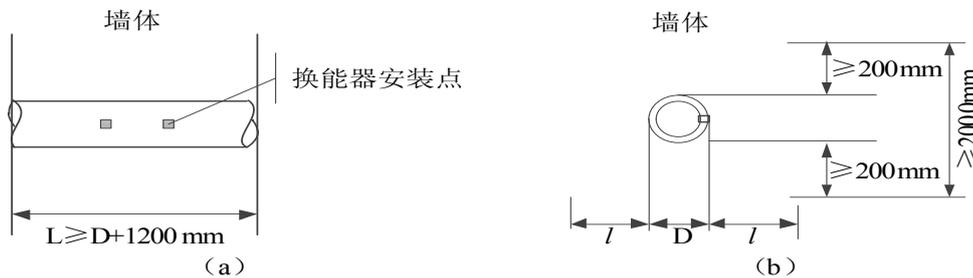

图3-5换能器安装空间示意图
(3) 具有足够的空间易于安装换能器，见图3-5所示。图3-5 (b) 中水泥管路  $l > 1300\text{mm}$ ，其它管路  $l > 650\text{mm}$ 。